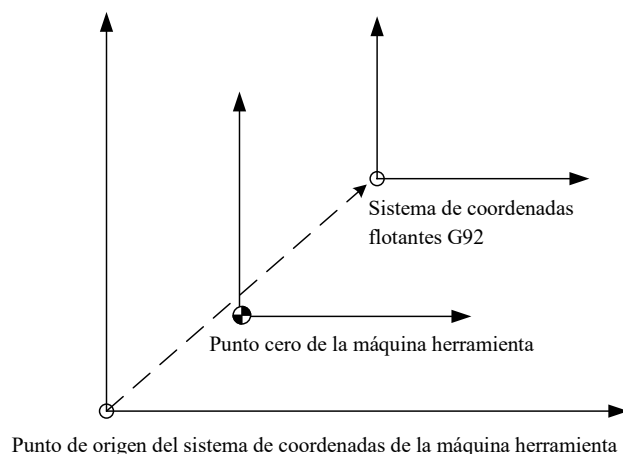

Figura 4-2-12-1
1. Como se muestra en la Figura 4-2-12-1, el origen correspondiente al sistema de coordenadas flotantes G92 es el valor bajo el sistema de coordenadas de la máquina herramienta y no tiene relación con el sistema de coordenadas de la pieza.